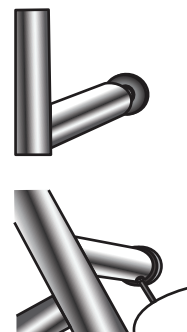

Fig. 6
- o **g** : Vis de réglage (cette vis peut-être déjà installée dans la patte de métal) (Voir Fig. 6).
- o Vis de réglage **g** est insérée dans la patte métal de métal **d** (Voir fig. 6).
Étape 6 : Installation de l'unité principale (Fig. 6)